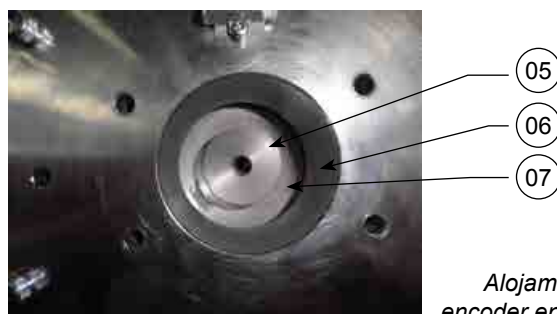

Fig. 9 :
**El alojamiento del encoder, con un diam. Ø65 ( referencia 6 fig.9 ) con referencia al eje del motor (referencia 7 fig. 9)**
- Introducir el acoplamiento del encoder (ref. 5 fig. 9) en el eje del motor (ref. 7 fig. 9). Asegúrese de colocarlo bien en su sitio.
- Introducir el encoder en su alojamiento en el freno (ref. 6 fig. 9) una vez hecho, apriete el tornillo central Chc M5 X 50 (llave dinamométrica SW4) con un par de apriete de 5 Nm 0/+0.5 Nm.